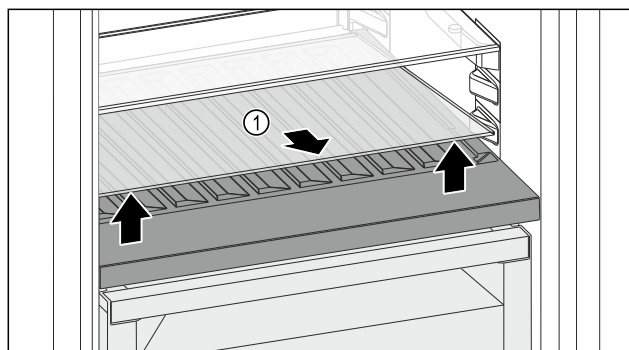

Fig. 91
- Lyft glasskivan Fig. 91 (1) i ursparingen framtill och ta ut den.
- Förvara glasskivan Fig. 91 (1) säkert utanför skåpet.